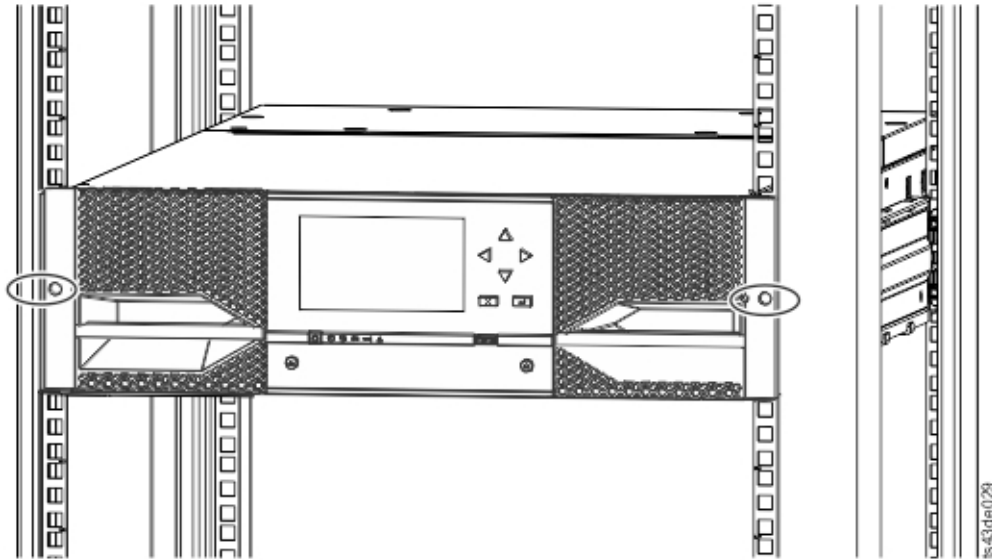

Figure 43. Bandothèque dans l'armoire
5. A l'aide d'un tournevis cruciforme, vissez sans serrer à fond le module à l'avant de l'armoire, une vis de chaque côté. Voir les zones encadrées dans la Figure 43.